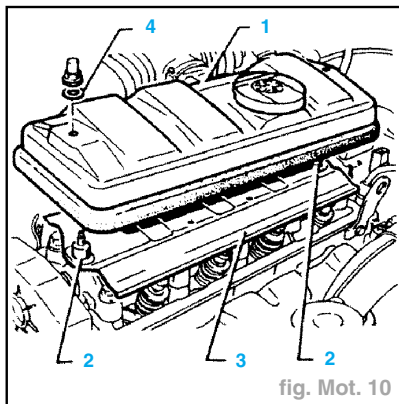

fig. Mot. 10
- Déposer (fig. Mot. 10) :
- le couvre-culasse et son joint (1),
- les deux entretoises (2),
- la tôle déflexrice (3).